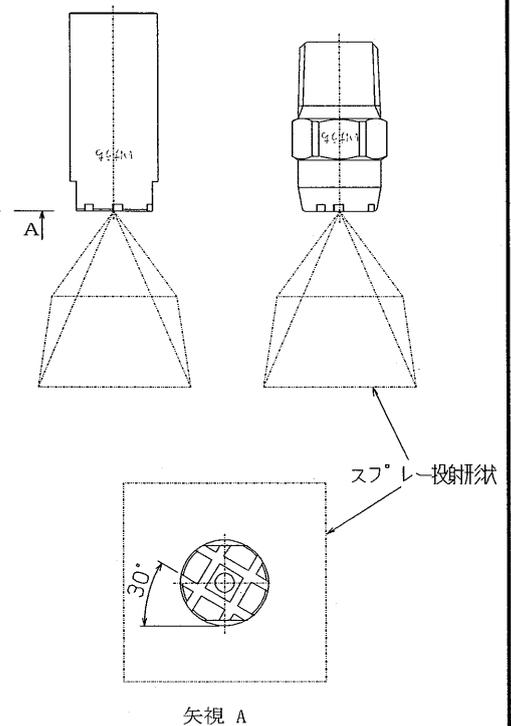

図1. 噴霧方向
3. スプレーノズルの取り付け時には、噴霧方向に注意して取り付けして下さい。SSXP シリーズは正方形に噴霧し、スパナ掛けと充角錐の一边が平行となります。形状が六角の場合は刻印「いけうち」と同じ六角面と平行となります。取り付けの際は、刻印「いけうち」のある六角面又は、スパナ掛けを基準にして取り付けして下さい。尚、噴口部の井型形状に対しては、円周方向に 30° ずれた形で噴霧します。(図1参照)